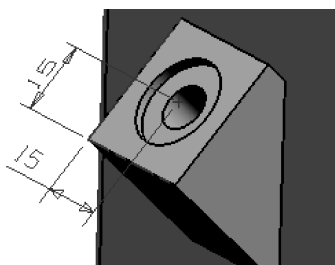

图 4-118 创建沉头孔
- 27 使用【孔】工具，在如图 4-118 所示的特征面上创建出参数为【沉头孔直径 20、深度 2、孔直径 10、孔深度 60】的沉头孔。